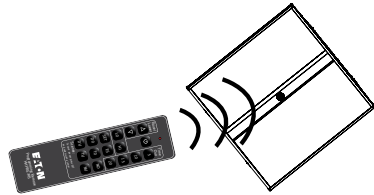

Figure 1. Programmation de l'angle
La télécommande de programmation utilise la technologie infrarouge (IR) pour communiquer avec le détecteur intégré. La télécommande fonctionne dans des angles de ligne de visée avec le luminaire (Figure 1) et à une distance de 3 à 6,1 mètres (10 à 20 pi). Vous pouvez installer plus d'un détecteur intégré dans la portée de